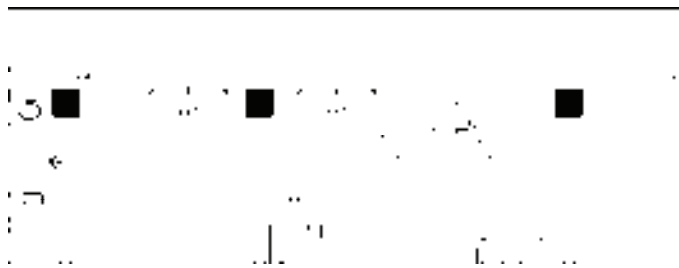

图 15-48 插入图形
2) 在命令行中输入 A，调整坡道的角度，点取左下角为插入基点，插入图形，结果如图 15-48 所示。